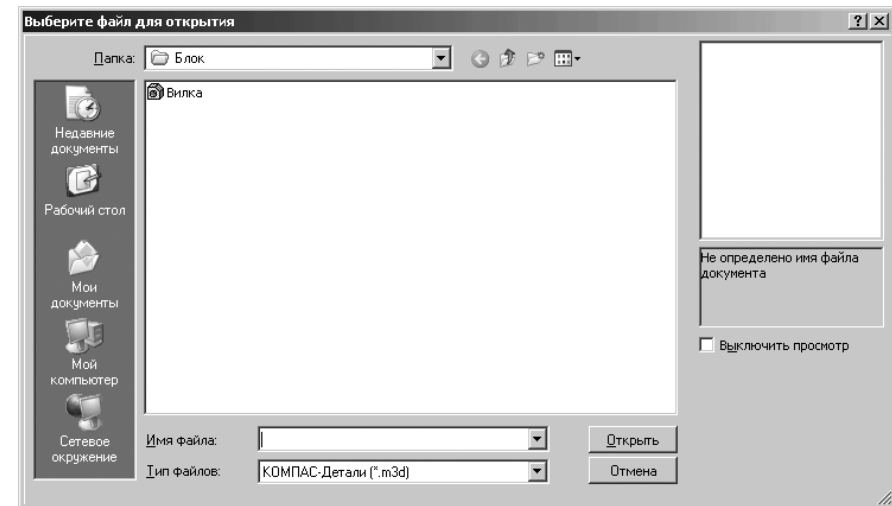

Рис. 3.104. Диалоговое окно **Выберите файл для открытия** с исходным файлом **Вилка.m3d**
- щелкните по пункту **Стандартные** в всплывающем меню. Появится диалоговое окно **Выберите файл для открытия**, показанное на рис. 3.104.